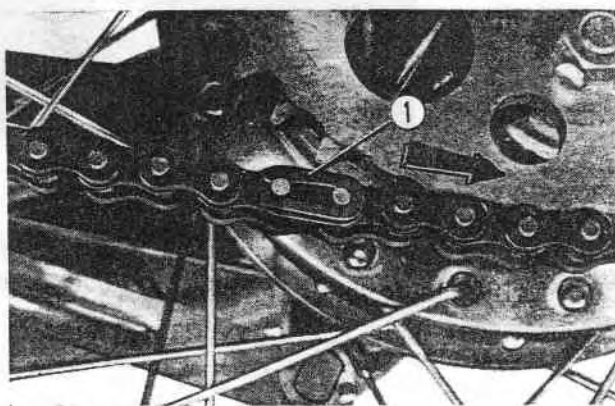

Fig. 19-20 ① Attache rapide
- Mettre la chaîne correctement en place sur les pignons en se servant du pignon de roue arrière pour positionner ses extrémités; monter le faux maillon, la plaquette de retenue et l'attache rapide. Cette attache rapide doit être montée côté fermé dirigé vers l'avant (dans le sens de rotation). (Fig. 19-20)